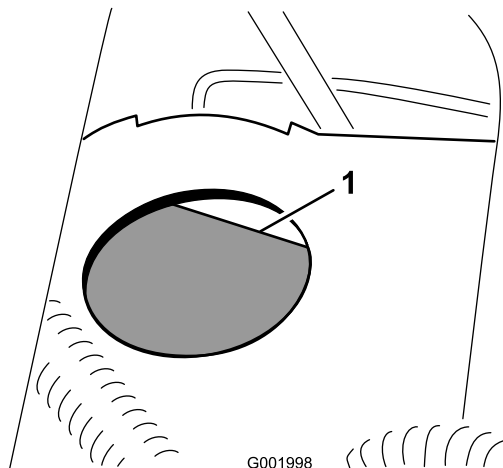

Bild 61
2. Der Flüssigkeitsstand sollte die Volllinie am Behälter erreichen (Bild 61).